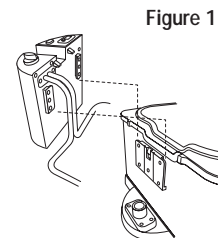

Figure 1
**REMARQUE:** L'élément chauffant à zone froide ne peut être mis sous tension que lorsque le tableau de commande a été introduit dans les fentes à cet effet de la plaque de connexion de la carrosserie en acier inoxydable. Voyez la figure 1.